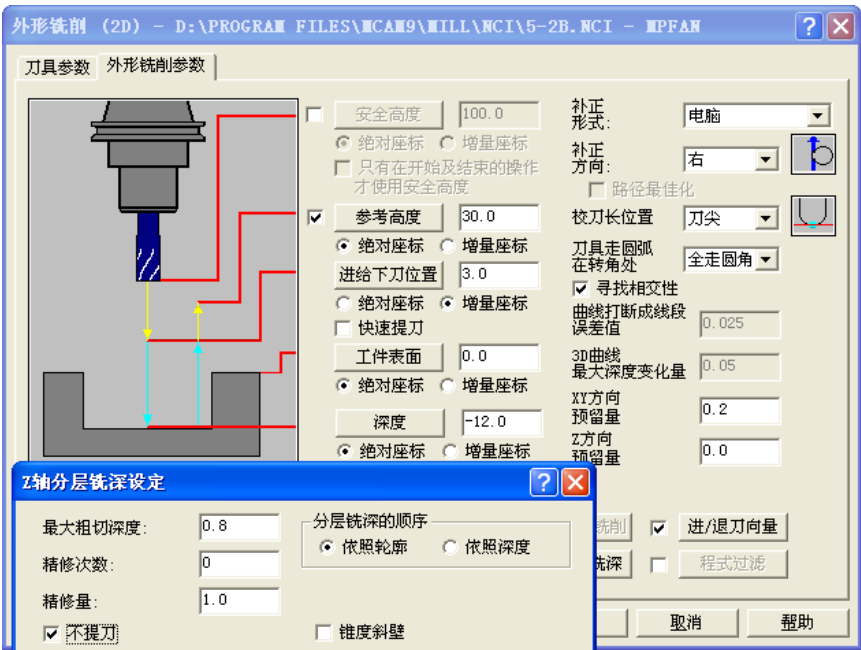

图 5-53 外形铣削参数
3) 选择“外形铣削 (2D)”，加工 118mm×78mm 矩形外形，刀具参数、参考高度和进给下刀位置等均同步步骤 1)，工件表面：0.0，深度：-12.0，XY 方向预留量：0.2，Z 方向预留量：0.0，补正形式选择“电脑”，补正方向：右，勾选“进/退刀向量”“Z 轴分层铣深”，设定 Z 轴最大粗切深度：0.8，勾选“不提刀”，其余默认，如图 5-53 所示。